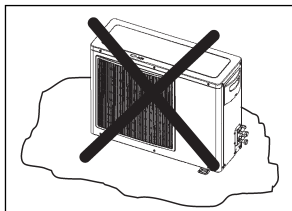

FIG. 2 - DESNIVELAMENTO UNID. CONDENSADORAS
- Recomenda-se **não** instalar a unidade diretamente sobre superfícies irregulares, tal como grama, pois acabará por prejudicar o nivelamento da unidade (Fig. 2).